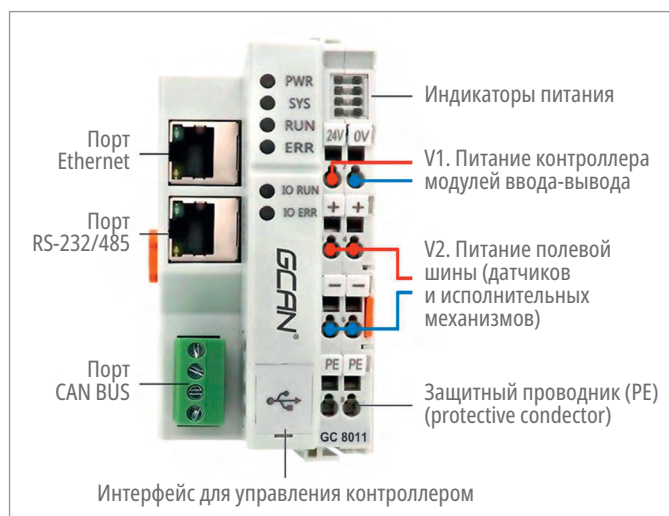

Рисунок 2. Контроллер GCAN-PLC-510 с модулем ввода питания GC-8011
- непосредственно сам **модуль контроллера GCAN-PLC-510** (рис. 2);
- **модуль ввода питания GC-8011**. Данный модуль ввода питания конструктивно является частью модуля контроллера и жёстко зафиксирован на нём, как отражено на рис. 2. Предназначен для организации питания системы (контроллера, модулей ввода-вывода) и шины питания внешних цепей (датчиков и исполнительных механизмов);
Схема организации питания системы на базе контроллера GCAN изображена на рис. 2. Требуется обеспечить два ввода питания.
1. Общее электрическое питание самого контроллера и подключённых к нему модулей ввода-вывода обозначено как “V1” на рис. 2. Осуществляется от внешнего источника постоянного тока с напряжением 18...30 В, подключаемого к клеммам “24V”, “0V” модуля ввода питания GC-8011.
2. Питание полевой шины (цепей датчиков и исполнительных механизмов) – обозначено как “V2” на рис. 2. Осуществляется от внешнего источника постоянного тока с ввода напряжения 24 В, подключаемого к клеммам “+”, “-” модуля ввода питания GC-8011. Далее напряжение распределяется по системе через ножовые контакты, расположенные на корпусах модулей GC-xxxx.